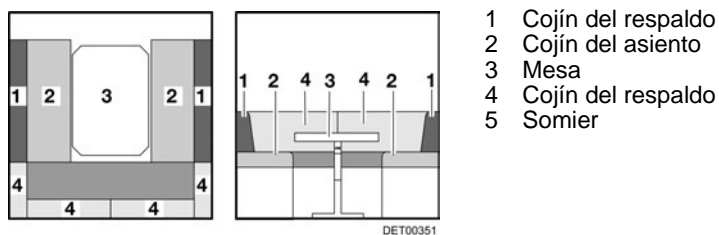

Fig. 107 Antes de la transformación
- Transformar la mesa (Fig. 107,3) en base de cama (véase apartado 7.7).